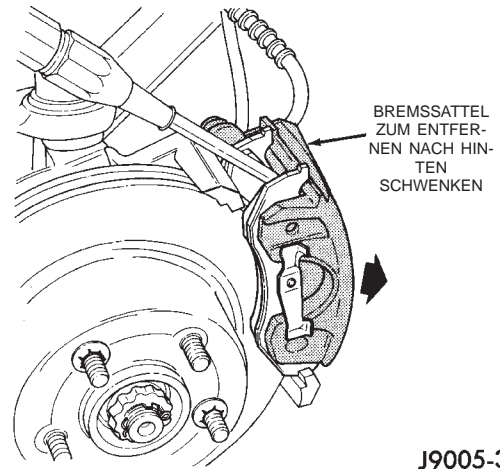

Abb. 29 Bremssattel ausbauen
- (7) Falls erforderlich, den Bremssattel mit einem geeigneten Hebel nach hinten schwenken (Abb. 29); dann den Bremssattel mit den Bremsbelägen von den Haltern am Bremssattelträger wegdehnen.
- (8) Den Bremssattel vom Fahrzeug abnehmen.